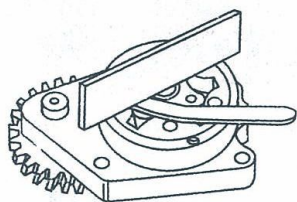

图 1-393 测量行星轮与配流盘之间的间隙
- 7) 测量转子传动装置与行星轮至配流盘之间的间隙, 见图 1-393。最小值为 0.025mm, 最大值为 0.127mm。